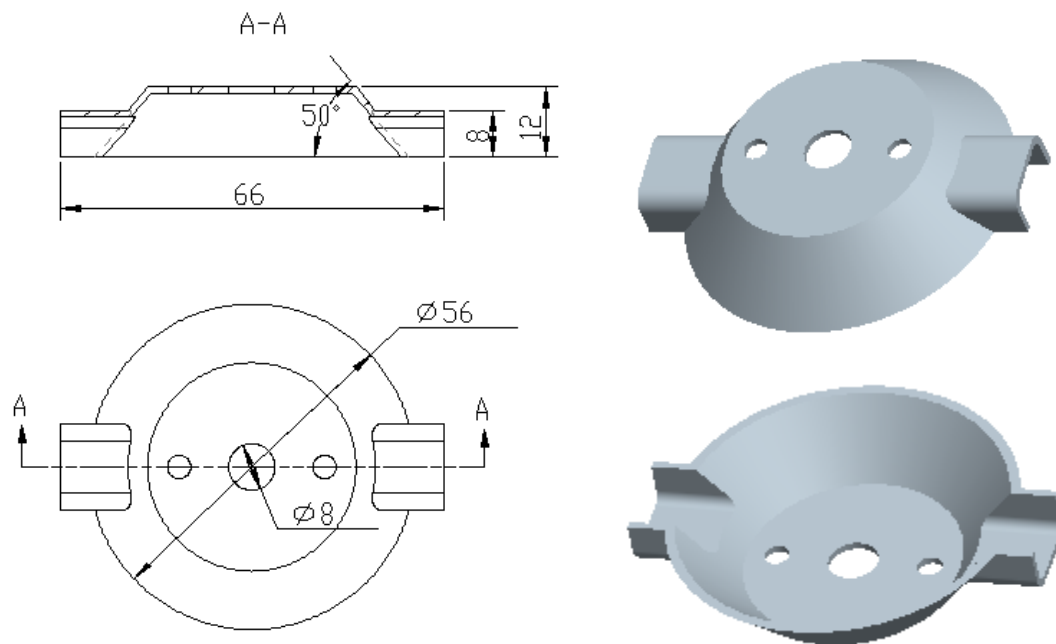

图3-4圆形盖
按照图3-4的要求，对圆盖零件进行产品造型、结构设计与3D打印。塑件材料：**ABS**。技术要求：
(1) 在F盘下建立考生文件夹，文件夹名称为考生准考证号。产品零件设计的结果文件保存于此文件夹中。
(2) 根据图3-4对产品进行造型，并对内部结构进行设计，文件名称为**CPSJ3DDY**
(3) 对产品设计的结果文件进行**3D**打印
(4) 对打印的零件进行后处理（含去支撑、粘接等）